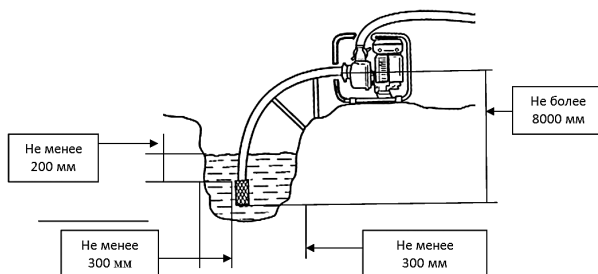

рис. 11
1. Установите мотопомпу вблизи водоема на твердую ровную горизонтальную поверхность, опустите фильтр всасывающего рукава в водоем, обеспечив вертикальное положение фильтра. При установке фильтра соблюдайте все необходимые расстояния, как показано на рис. 11.